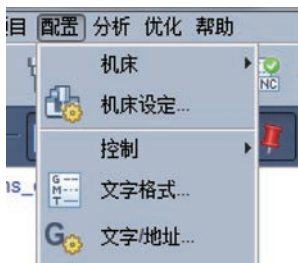

图8
(2) 打开“配置”菜单下面“文字/地址” (图8), 再打开事件下面的“子系统1”, 双击“ProcessCutterComp” (图9), 这个宏的覆盖值控制着“径向刀具补偿值” (图10), 这里的覆盖值为1, 也就意味着“径向刀具补偿值”为“开-默认为零”, 所以这不是我们需要的, 把这宏删掉: 点击右键, 然后点击“剪切” (图11)。